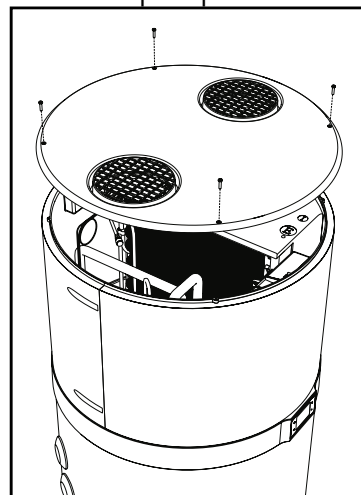

fig. 73- Remoção da tampa superior
- Remova a tampa superior, desapertando primeiramente os parafusos de bloqueio (fig. 73).